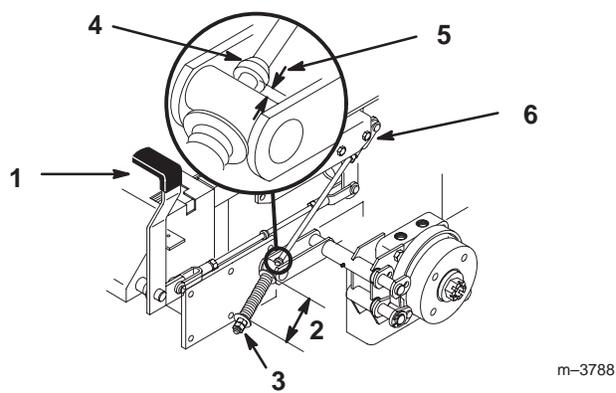

Figure 64
2. Mesurez la longueur du ressort. Les rondelles doivent être distantes de 70 mm (2-3/4") (Fig. 64).
3. Si un réglage est requis, desserrez l'écrou de blocage situé sous le ressort et serrez l'écrou directement au-dessous de la chape (Fig. 64). Vissez l'écrou jusqu'à ce que le ressort ait la longueur voulue. Serrez les deux écrous ensemble et répétez la procédure de l'autre côté de la machine.
6. Mesurez la distance entre le galet de tourillon et le collier sur la tige de frein. Elle doit être comprise entre 5 et 7 mm (3/16 et 1/4") (Fig. 64).
7. Si un réglage est requis, desserrez l'écrou de blocage situé juste au-dessous de la chape. Tournez la tige inférieure jusqu'à obtention de l'écart voulu (Fig. 64). Serrez l'écrou de blocage sur la chape.